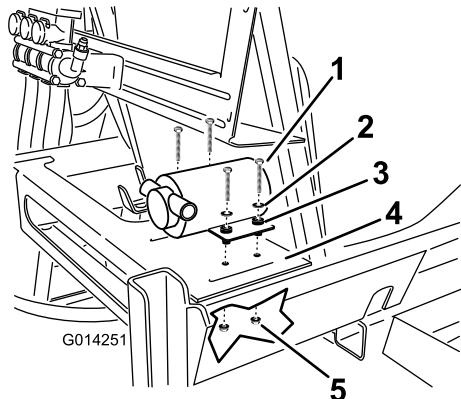

图19
1. 从散装部件中找到泵，并装在主药缸右后方药缸架的平台上 (图19)。
2. 用四个螺栓、四个垫圈和四个锁紧螺母将泵固定在机架上（图19）。